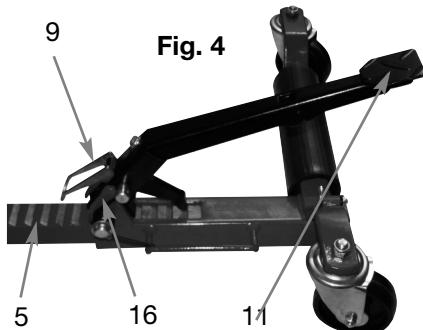

Fig. 4
5. Draai de vergrendeling (9) in de tegenovergestelde richting zodat de voorste vergrendelingsbek (16) de tanden in de Linkerrolsteun (5) grijpt (**Fig. 4**).
6. Activeer het voetpedaal (11) (**Fig. 4**) zodat de rollen op de basispootconstructies contact maken met de omtrek van de band. Zorg er opnieuw voor dat de band correct is uitgelijnd met de manoeuvreerhulp. Blijf de pedaalconstructie activeren totdat de band ongeveer 2,5 cm van de grond is getild.